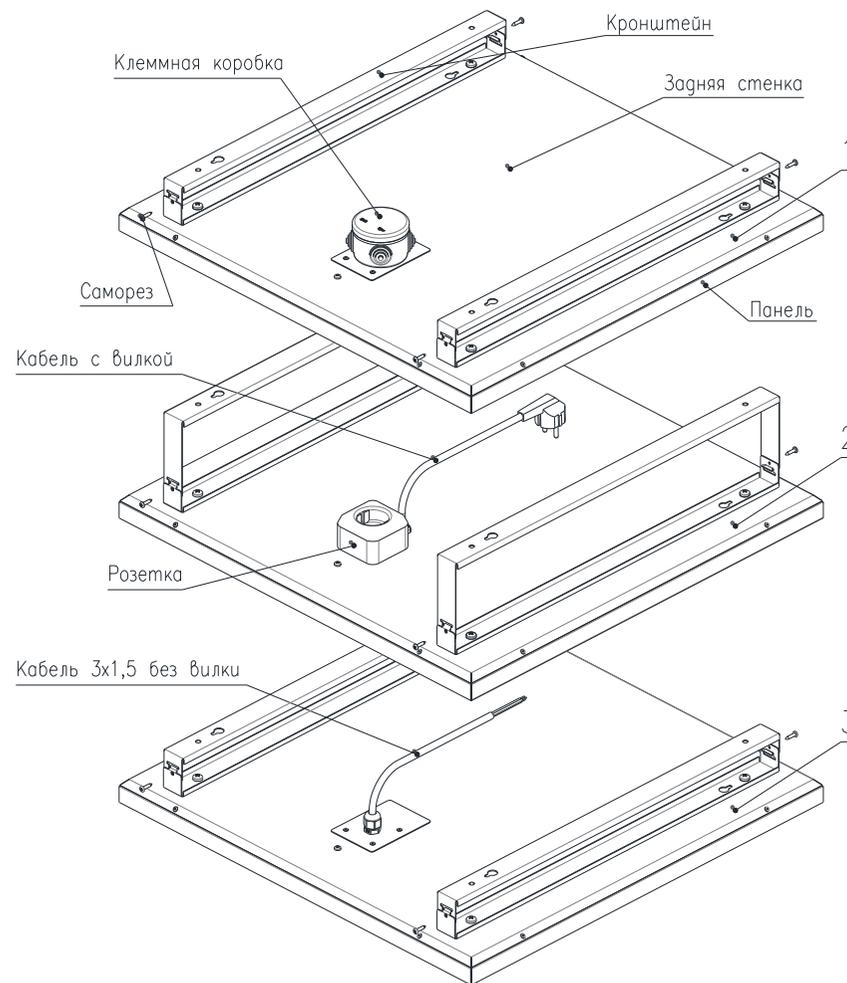

Рис.1. Общий вид обогревателей.
6.1 Инфракрасный обогреватель состоит из панели, изготовленной из листовой оцинкованной стали с высококачественным полимерным покрытием, в которой размещены нагревательный элемент с теплоизоляцией и задней стенкой, также изготовленной из листовой оцинкованной стали, на которой размещены элементы для осуществления электрического подключения (см. рис.1, Приложения 1).
6.3 Для потолочного монтажа обогревателя в его стандартный комплект входят два монтажных кронштейна (см. рис.1, Приложения 1).